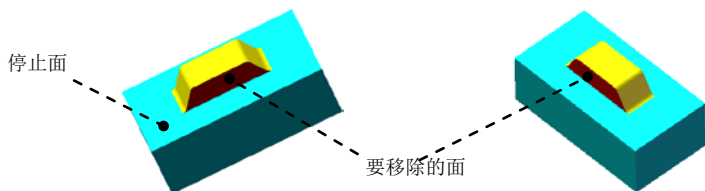

图 15.3.7 成形工具 2
Step5. 创建图 15.3.7 所示的零件特征——成形工具 2。
(1) 选择命令。选择下拉菜单 **插入(I)** → **钣金(B)** →  **成形工具** 命令。
(2) 定义成形工具属性。
① 定义停止面。激活“成形工具”对话框的 **停止面** 区域，选取图 15.3.7 所示的模型表面为停止面。
② 定义移除面属性。激活“成形工具”对话框的 **要移除的面** 区域，选取图 15.3.7 所示的模型表面为要移除的面。
(3) 单击  按钮，完成成形工具 2 的创建。